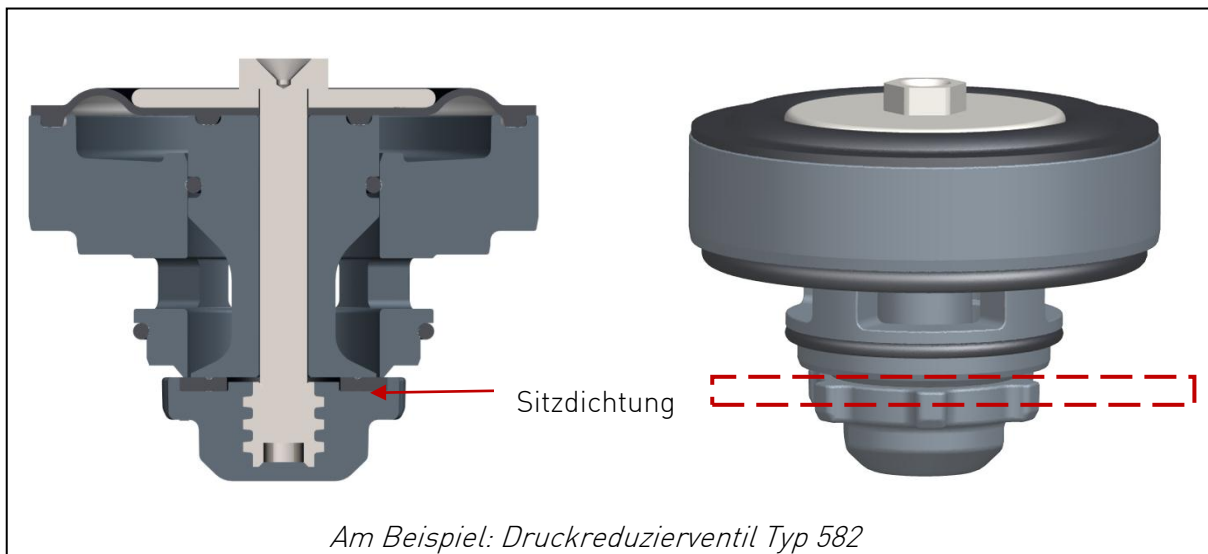

Abb. 16
- ▶ Bereich der Sitzdichtung kontrollieren und reinigen, siehe Abb. 16